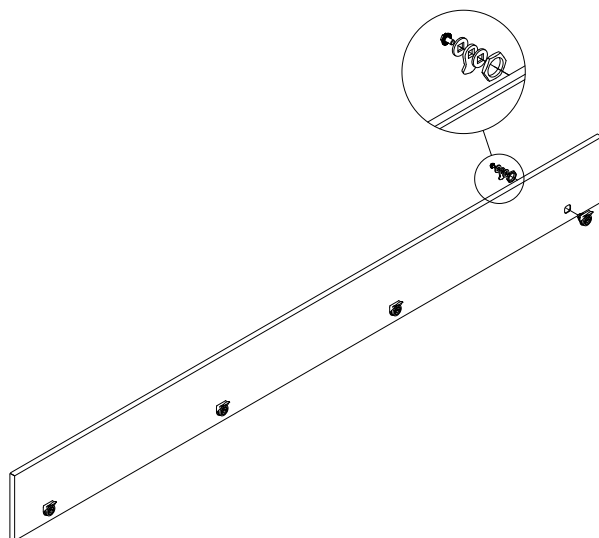

Рисунок 99
4.34.3 Установить четыре замка на дверь, последовательность расположения гаек, ригеля и винта указаны на рисунке 2, закрепить винтом M5x8 из комплекта, момент затяжки 7 Н·м. (рисунок 99).